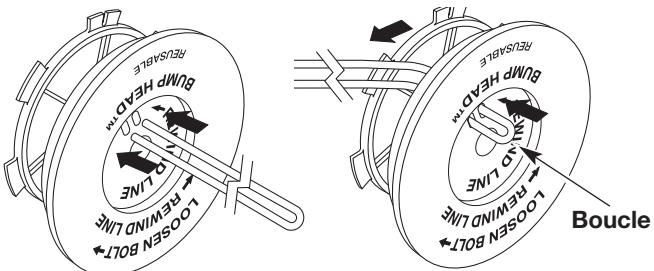

Fig. 35
6. Découpez environ 6 m (20 pi) de fil neuf et faites-en deux boucles de longueurs égales. Insérez chaque extrémité de fil dans l'un des deux trous du moulinet (Fig. 35). Tirez le fil à travers le moulinet pour que la boucle soit le plus petit possible.